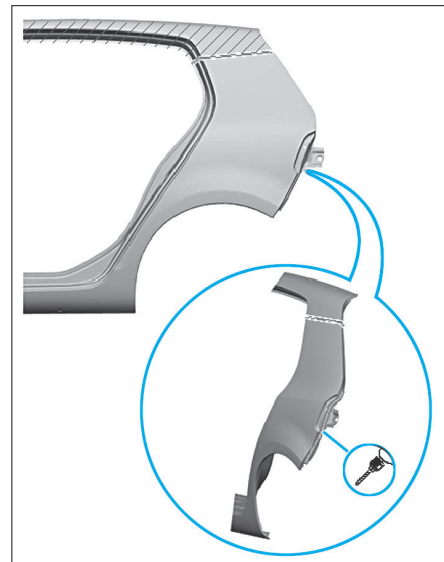

FIG. 137
- Reporter les lignes de coupe sur la pièce neuve et procéder au découpage (Fig.137).